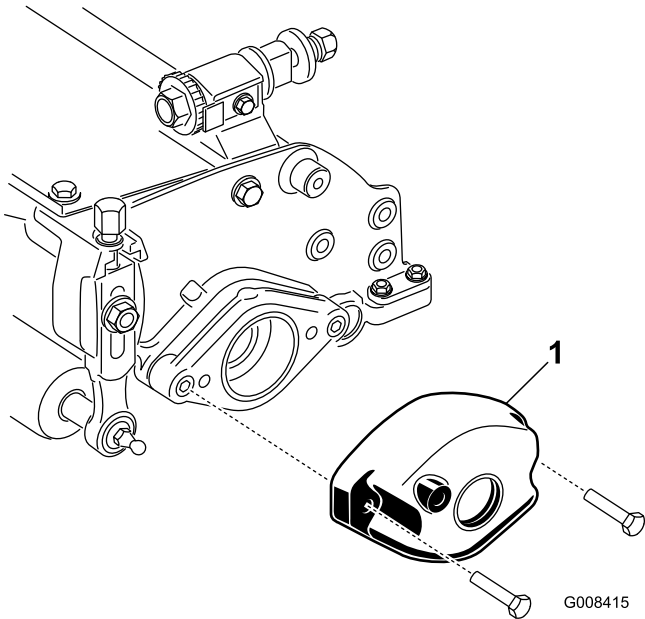

Figure 13
- A. Retirez les 2 boulons de fixation du contrepois à l'extrémité gauche du plateau de coupe. Déposez le contrepois (Figure 13).